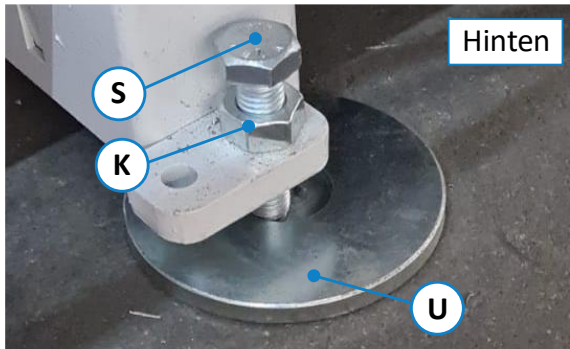
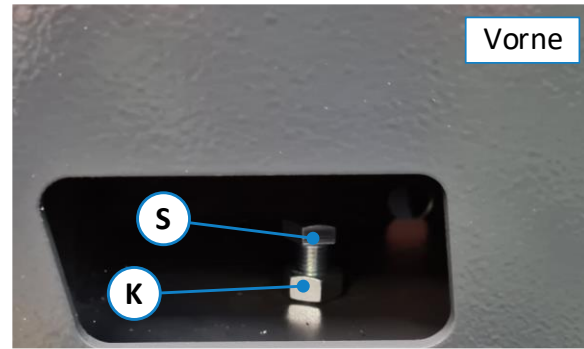

Abbildung 11: Nivellierschrauben hinten (Regelfall)
Abbildung 12: Nivellierschrauben vorne (Ausnahmefall)
Beim Aufstellen ist die Maschine fachgerecht mit einer Maschinenwasserwaage (0,1 mm/ 1 m) auszurichten. Hierzu verfügt die Maschine auf der Hinterseite (⇒ Abbildung 11) über 2 verstellbare Standfüße mit entsprechenden Stellschrauben (**S**) sowie 2 Tellerfüßen (**U**) zur Unterlage. Die Vorderseite der Maschine steht im **Regelfall** satt auf den beiden Standsockeln. Hier nur im **Ausnahmefall** (bei sehr unebenen Böden) nivellieren.
1. Vor dem Abstellen die Maschine nur so nah zum Boden herunterlassen, dass die beiden in ⇒ Abbildung 11 gezeigten Tellerfüße (**U**) zentriert unter den Schrauben (**S**) platziert werden können.
2. Nur in diesem Ausnahmefall sind auch die vorderen Stellschrauben (siehe ⇒ Abbildung 12) zur Nivellierung erforderlich. Diese sind allerdings nur zugänglich, wenn zuvor das vordere Frontblech demontiert wird.
4. Dann die vier in ⇒ Abbildung 12 und ⇒ Abbildung 11 dargestellten Kontermuttern (**K**) lösen und die Höhe an allen 4 Schrauben (**S**) so lange justieren, bis die Maschine gleichmäßig nivelliert ist.